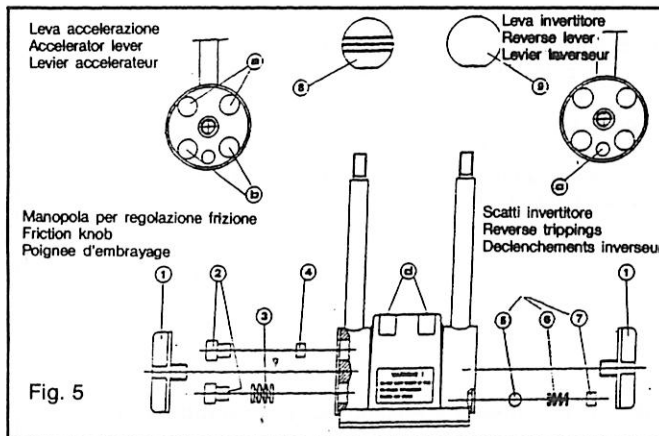

Fig. 5
Nel collegamento in serie di due stazioni si consiglia di eliminare gli scatti dell'invertitore (fig. 5) dalla stazione superiore.
In series connection of the two stations we recommend to avoid reverse tripping (fig. 5) from the upper station.
Dans le branchement en série de deux postes, on conseille d'éliminer les déclenchements de l'inverseur (fig. 5) du poste supérieur.
Il dispositivo di frizione serve ad impedire il ritorno al minimo della leva del gas, può essere regolato dall'operatore conformemente alle esigenze. La regolazione si ottiene ruotando, in senso orario per aumentare ed in senso antiorario per ridurre, la manopola (1) fig. 5 posta sulla leva dell'acceleratore.
Friction device helps to avoid return to minimum of the gas lever, it can also be manually operated as per needs. The setting is made turning the knob (1), fig. 5 placed on the accelerator lever, clockwise to increase and counterclockwise to decrease.
Le dispositif d'embrayage sert pour empêcher le retour au minimum du levier du gaz, il peut être réglé par l'opérateur conformément avec les exigences. On obtient ce réglage en tournant, dans le sens des aiguilles d'une montre, pour augmenter et dans le sens contraire pour réduire, la poignée (1) fig. 5 est placée sur le levier de l'accélérateur.
Avendo a disposizione due comandi gas + invertitore smontare: da un comando i particolari 1, 2, 3, 4, 8 della leva acceleratore, dall'altro i particolari 1, 5, 6, 7, 9 della leva invertitore fig. 5.
Having available two gas + reverse controls, disassemble: from one control the parts 1, 2, 3, 4, 8 of accelerator level, from the other control parts 1, 5, 6, 7, 9 of the reverse lever fig. 5
En ayant à votre disposition deux commandes gaz + inverseur, démontez: d'une commande les détails 1, 2, 3, 4, 8 du levier détails 1, 5, 6, 7, 9 du levier inverseur fig. 5.